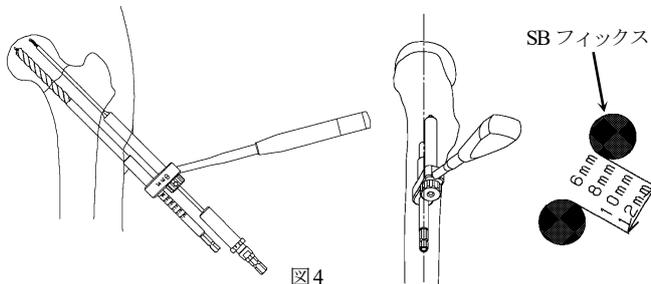

図4
- パラレルガイドにガイドピンスリーブを組み付け、遠位中空ドリルをガイドに近位ガイドピンを刺入します。近位のSB フィックスが軸射像で頸部後方の皮質に支えられるよう刺入します。(図4) 3.2 ガイドピンアダプタを必ず使用して下さい。遠位ドリル後端との干渉を防止します。